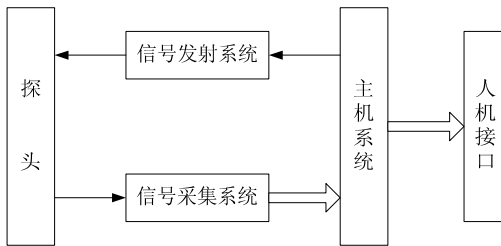

图 1-1 KON-GGY(A)工作原理框图
KON-GGY (A) 由主机系统、信号发射系统、信号采集系统、探头以及人机接口等五大部分组成,如图 1-1 所示。信号发射系统在主机的控制下,产生一定频率的激励信号激励探头,探头感应被测钢筋,输出的信号经信号采集系统转换为数字信号,送入主机系统进行处理,判定钢筋的位置和保护层厚度。